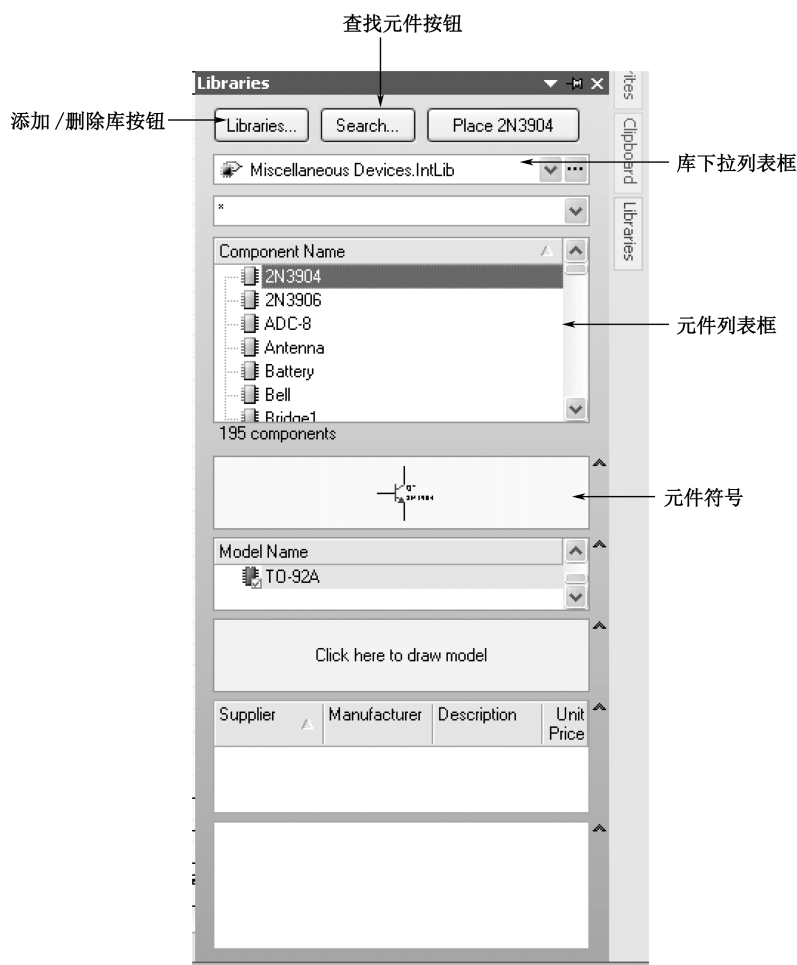

图 2.1.9 Library (库) 面板
(1) 执行“View (查看)” “Fit Document (适合文件)”命令，确认整个电路原理图显示在窗口中。该操作也可以通过在电路原理图上右击，在弹出的快捷菜单中选择“View (查看)” “Fit Document (适合文件)”选项实现。
(2) 单击 Altium Designer 窗口右侧的“Library (库)”标签，打开“Library (库)”面板，如图 2.1.9 所示。该面板也可以通过选择“View(查看)” “Workspace Panels(工作区面板)” “System (系统)” “Library (库)”选项实现打开或关闭。
(3) 从元件库面板上方的库列表下拉菜单中选择“Miscellaneous Devices.Intlib”选项，使之成为当前元件库，同时该库中的所有元件显示在其下方的列表框中，如图 2.1.9 所示。从元件列表框中找到极性电容 Cap Pol2。
(4) 双击选中 Cap Pol2(或者单击选中 Cap Pol2,然后单击元件库面板上方的“Place Cap Pol2”按钮)，移动鼠标指针到原理图上，在合适的位置单击，即可将元件 Cap Pol2 放下来。放置元件的过程中，在元件处于浮动状态时，如果需要元件旋转方向，可以按空格键进行操作(默认设置，每按一次空格键，元件旋转 90°)。如果需要连续放置多个相同的元件，可以在放置完一个元件后，单击连续放置，放置结束后可以右击退出元件放置状态，或者按 Esc 键退出。